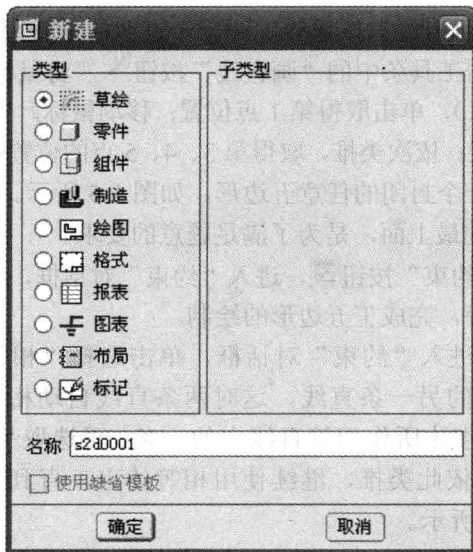

图 1-2 “新建”对话框
1) 新建草绘文件。进入草绘的途径有两种：单击工具栏中的“新建”按钮 ，或单击主菜单“文件”→“新增”命令，弹出“新建”对话框，如图 1-2 所示。在“类型”栏中选择“草绘”，在“名称”文本框中输入文件名，单击“确定”按钮，进入草绘模块。